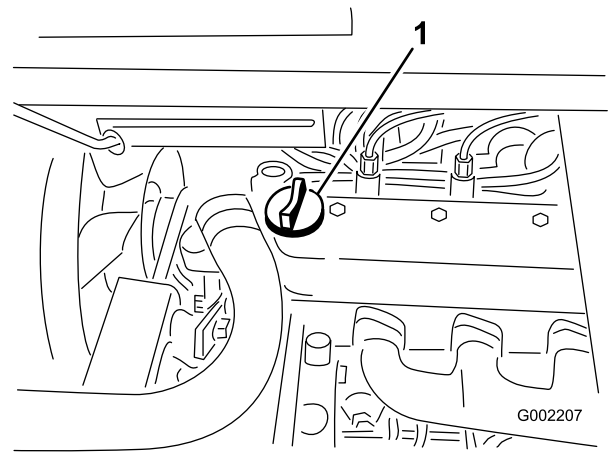

図 17
3. 油量が少なければ、バルブ・カバーの上についている補給口（図 17）を開け、ディップスティックの Full マークまでオイルを補給する；オイルの種類や粘度の選択については「エンジンの保守」の章の「エンジン・オイルについて」を参照。補給するときは、ディップスティックで確認しながら少量ずつ入れてください。入れすぎないように注意してください。